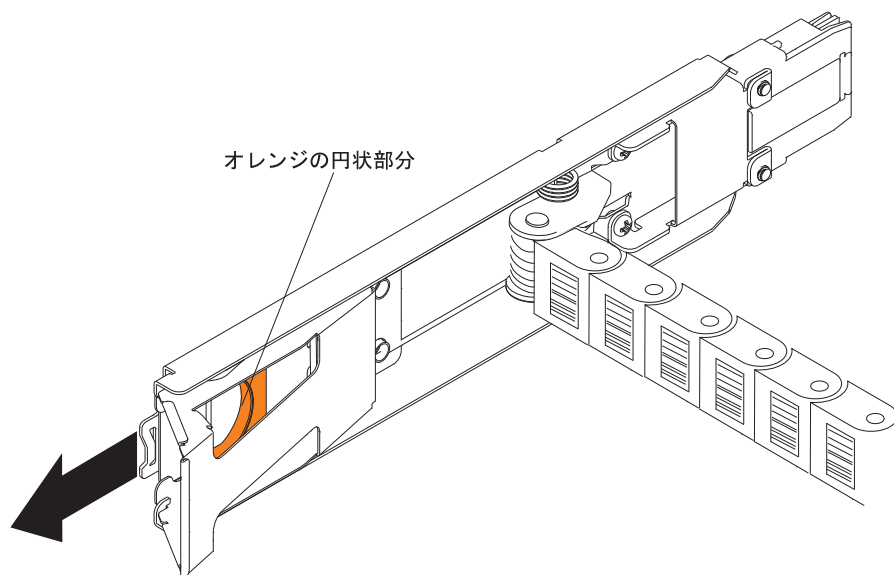

図 90. ミッドプレーンに接続される垂直取り付け金具
- c. ミッドプレーンから右のケーブル・チェーンの取り付け金具を切り離します。オレンジ色のハンドルをつかみ (142 ページの図 90 を参照)、取り付け金具をストレージ拡張エンクロージャーから完全に引き出します。必要なら、フラッシュライトを使用してオレンジのハンドルの部分を確認してください。